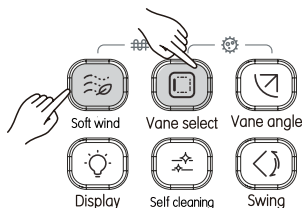

Рисунок 3.20
1) Одновременно нажмите кнопки  и , чтобы включить дополнительный электронагреватель (см. Рисунок 3.20). На экране появится значок .